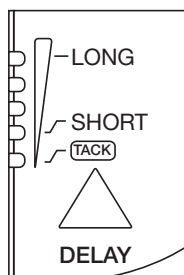

Fig. 13a Filtre à lentille photosensible G5-01
- Pour connaître le réglage du délai en cours, appuyer et relâcher rapidement le bouton DELAY (DÉLAI) + ou -. Le numéro de délai actuel clignotera. Pour changer le délai, appuyer sur le bouton + ou - plusieurs fois pour déplacer le voyant DEL clignotant vers le haut ou le bas, au délai désiré (Fig. 13a et 13b).
- Sur le filtre à lentille photosensible G5-01, le réglage TACK (PAR POINTS) pour le soudage par points est utilisé pour réduire la fatigue oculaire causée par de courtes explosions lumineuses et répétées pour éviter que l'œil n'ait à s'ajuster constamment aux différentes intensités lumineuses. Chaque fois qu'un obscurcissement a lieu, le filtre retourne à la teinte 5 (plutôt qu'à la teinte 3). Si des arcs continus s'allument dans les 2 secondes, le filtre continuera de passer de la teinte désirée à la teinte 5. Si un autre arc ne s'allume pas dans les 2 secondes suivantes, le filtre revient à la teinte 3 normale (Fig. 13a).